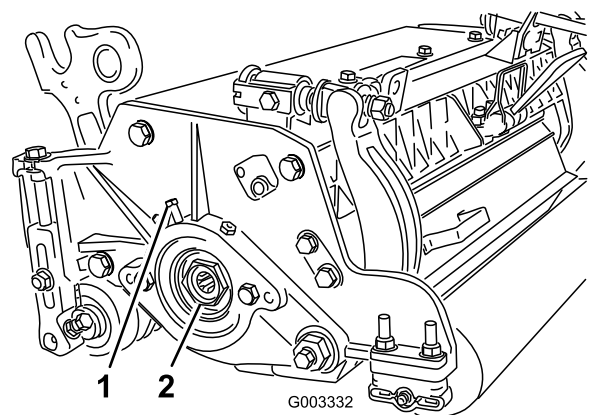

Figura 24
- A. Afloje el tornillo de fijación exterior que sujeta la tuerca de ajuste del cojinete al alojamiento del cojinete situado en el lado izquierdo de la unidad de corte (Figura 24).